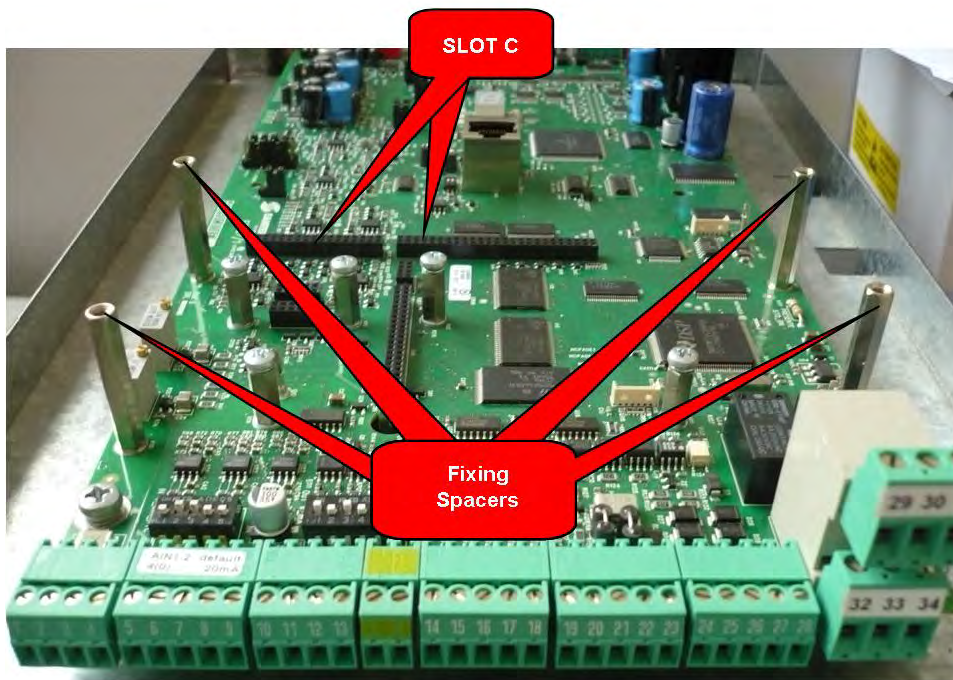

Figura 228: Posizione dello slot C all'interno del coperchio morsettiere Inverter PENTA
3. Rimuovere il coperchio di protezione della morsettiera dell'inverter agendo sulle due viti frontali nella parte bassa del coperchio. Risulta così accessibile lo slot C della scheda di controllo PENTA sul quale va installata la scheda ES861 come visibile in Figura 228.